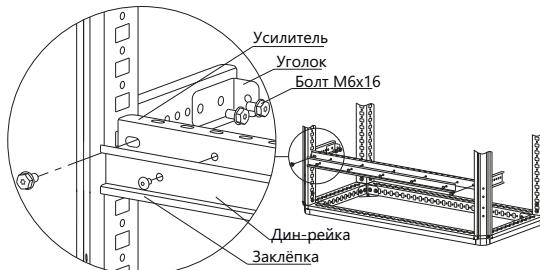

Рисунок 3
4.1.3 Установить уголки на кронштейны на нужную глубину, закрепить болтами самоизрезающими M6×16 момент затяжки – 7 Н·м (рисунок 3).